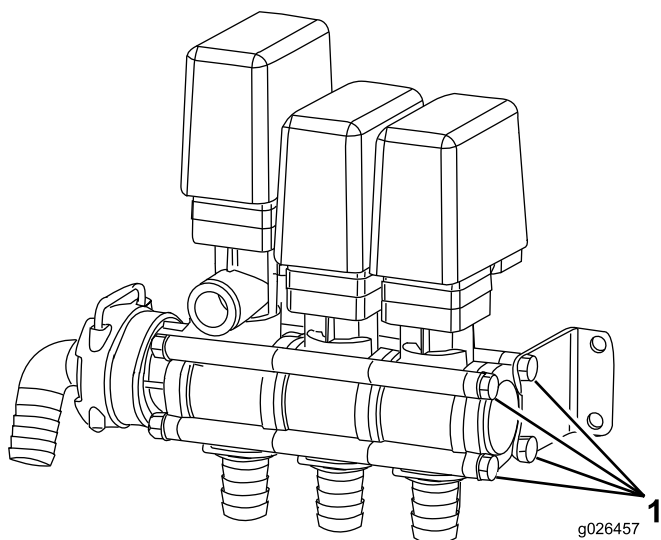

Figur 2
4. Fjern pinnene og dra av omløpsventilen (Figur 2).
5. Fjern boltene for å fjerne ventilenheten fra maskinen (Figur 2).